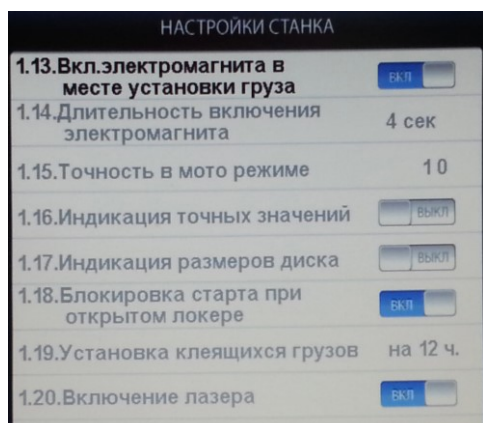

Рис.17.4.
17.11. Вторая страница настроек (рис.17.4). Переключение страниц осуществляется кнопкой 5.